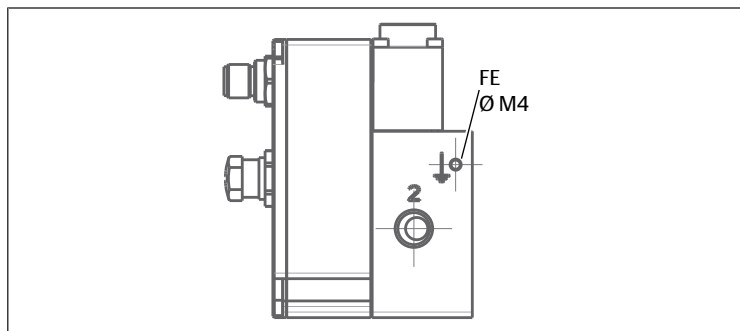

Fig. 2: Puesta a tierra de la carcasa de válvula
2. Conectar la carcasa de válvula a la toma de tierra (FE) a través de la conexión a tierra FE (Ø M4) con baja resistencia. Véase → Fig. 2.